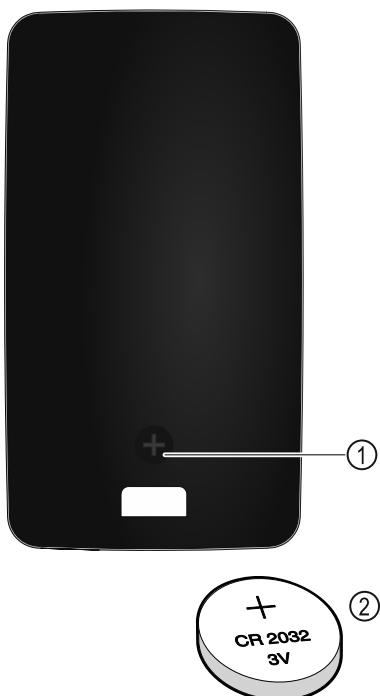

Fig. 230
Furnizimi me energji i telekomandës bëhet përmes një baterie të tipit CR 2032 me 3 V Fig. 230 (2), e cila blyhet në një dyqan.
- Lironi vidën Fig. 230 (1) në pjesën e pasme të telekomandës.